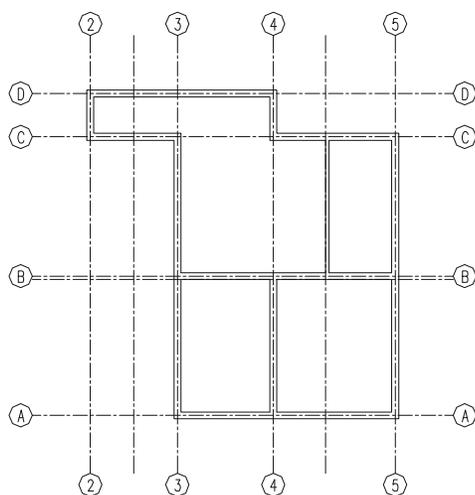

图 9-2-4
**STEP 04** 用同样的方法绘制出内墙中轴线，再用偏移命令 OFFSET 偏移绘制好的墙体中轴线，并删除中轴线得到墙体线如图 9-2-4 所示。其具体操作步骤如下：
在这样相同的命令行提示下, 单击需要修剪掉的线段, 直到修剪成如图 9-2-4 所示。如果发现剪错了时, 可以在命令行中输入 U, 返回到上一步, 重新接着修剪。